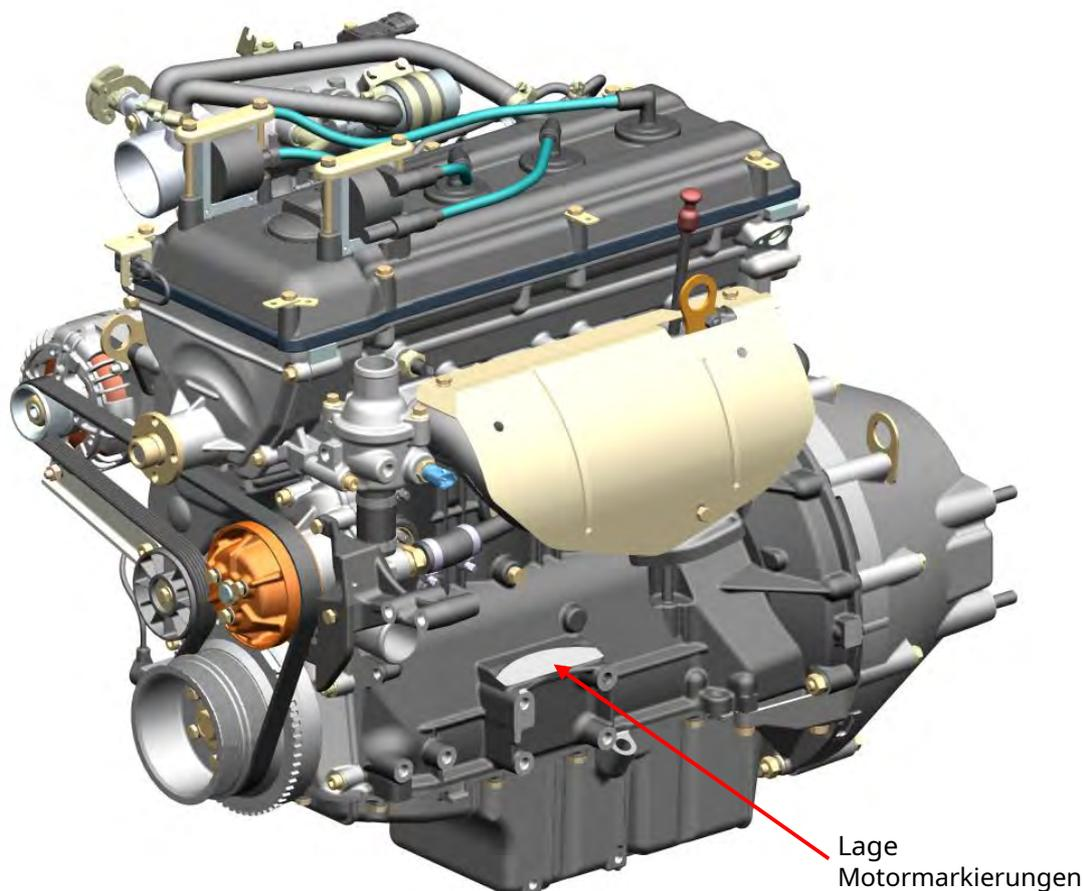

Abb. 1. Gesamtansicht des Motors mit Halterung der Servolenkungspumpe
**Motoridentifikationsnummer** in einer Zeile auf die aufgetragen die bearbeitete Oberfläche der Zylinderblockplattform, die sich auf der linken Seite über den Naben des vorderen Motorträgers befindet (Abb. 1).